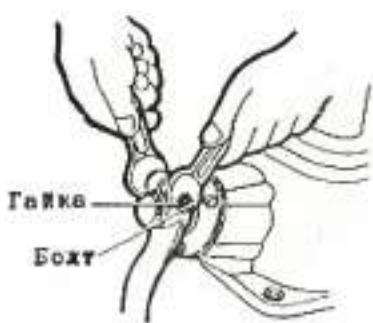

Рис. 4-13 Регулировка
(3) Регулировка осевого зазора в червячном зацеплении
- ① Отвинтить крепёжные болты и снять резевую сопшку (рис. 4-13)
- ② Отвинтить три болта с полусферической головкой и снять пылезащитную крышку и войлочные кольца.